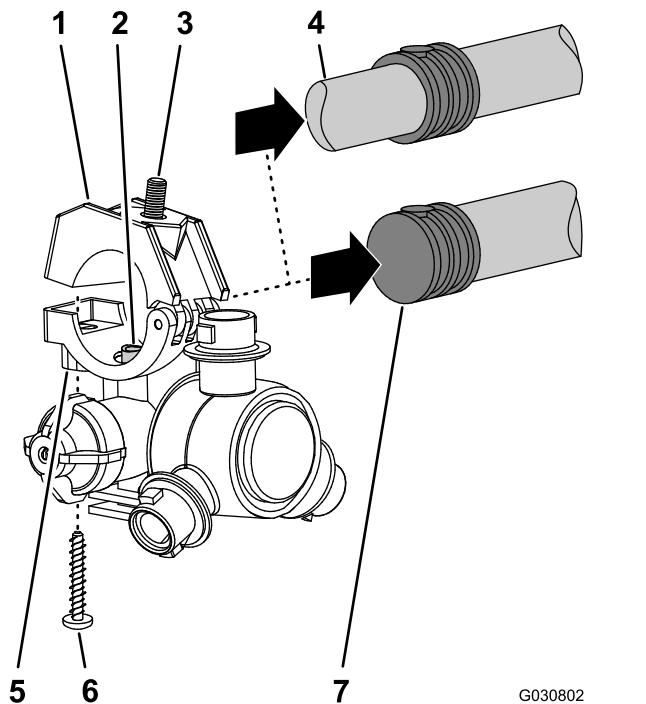

図 119
5. ステップ1で取り外した8個のノズル全部について片側または両側バープ付きホースシャンク3/4インチとそのクランプの上半分とを各ノズルのボディに固定しているステンレスねじ#12 x 1-1/4インチを外してバープ付きホースシャンクをから外す 図 119。